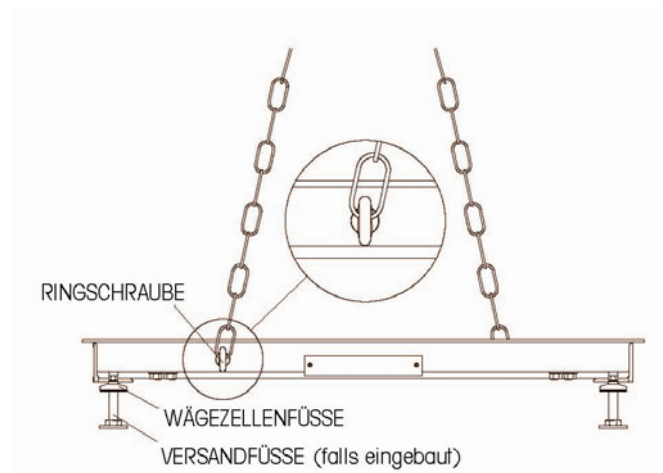

Abbildung 1. Hebemethode
2. Bauen Sie die im Lieferumfang enthaltenen Ringschrauben in die entgegengesetzten Seiten der Bodenwaage ein (siehe Abbildung 1).